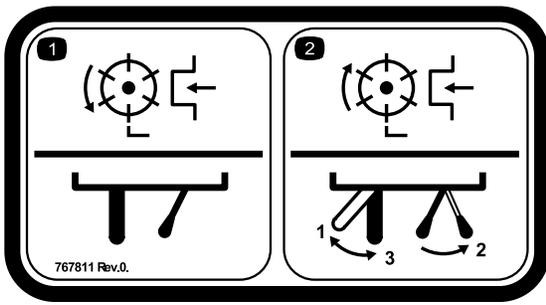

Figure 38
6. Réglez la vanne rotative, située à l'arrière de la machine, en position de rotation **ARRIÈRE** ; voir Figure 38.
7. Placez la commande/levier de PDF en position d'ARRÊT (Figure 38) et coupez le moteur du tracteur lorsque l'affûtage a cessé.